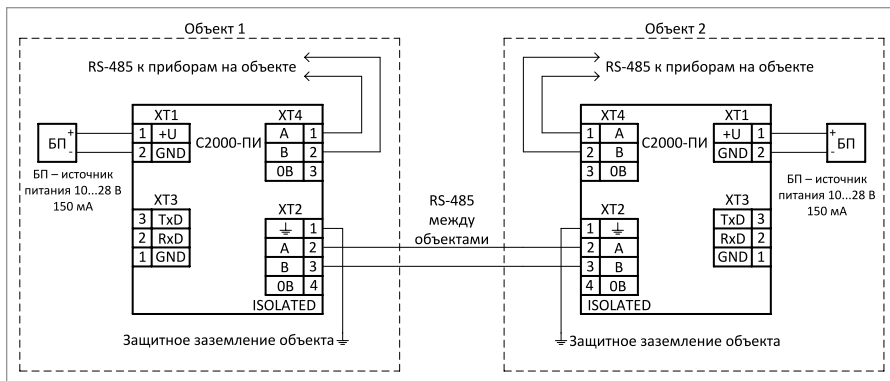

Рисунок 4. Подключение при использовании встроенного БЗЛ
1.3. Подключите преобразователь в соответствии с проектной документацией и схемой на Рисунок 4.